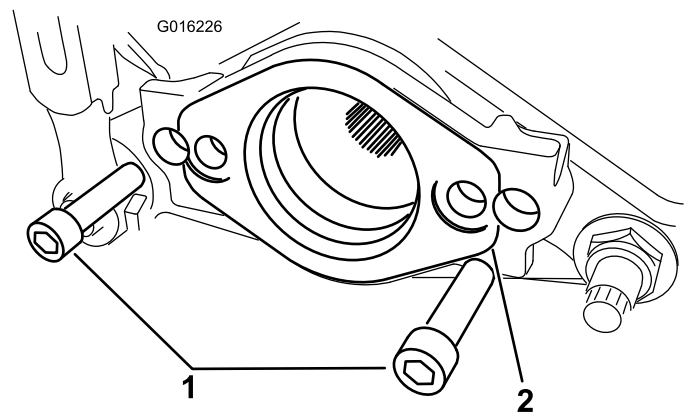

Figura 3
7. Togliete le 2 viti a testa esagonale che fissano il supporto motore all'estremità sinistra dell'apparato di taglio. Rimuovete il supporto motore (**Figura 3**).